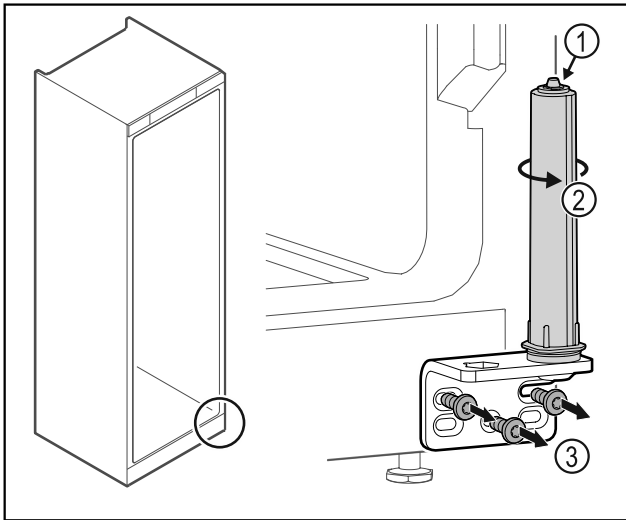

Fig. 31
- ▶ Neardykite durų uždarymo sistemos Fig. 31 (1).
- ▶ Sukite uždarymo sistemą Fig. 31 (2), kol ji užsifiksuos.
- ▶ Atsukite šarnyrinį kampuočių Fig. 31 (3).